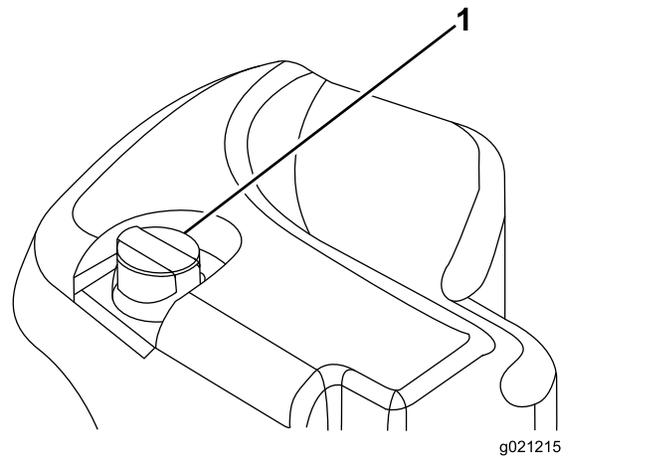

図 33
2. 油圧オイルタンクの注油口周辺をきれいに拭き、キャップ 図 33を外す。